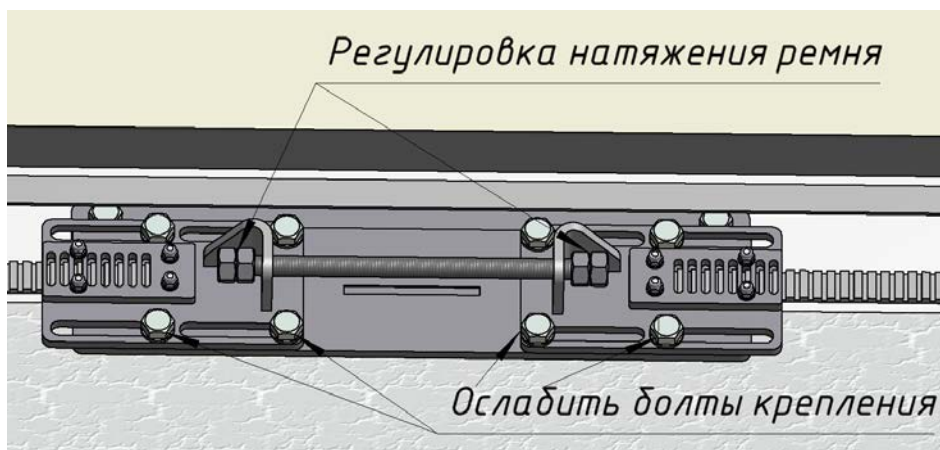

Рис.8
2.11. Обеспечить необходимое натяжение ремня при помощи шпильки М12х230 и гаек М12. Для этого потребуется ослабить затяг соединений Болт М10х20 (Рис.8)